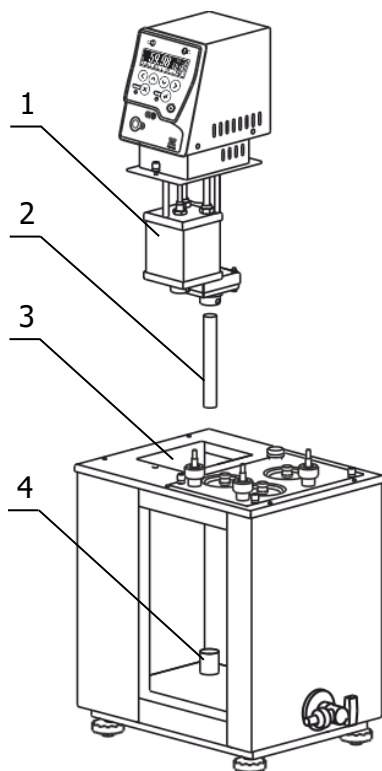

Рисунок 3 — Установка блока регулирования
2.2.3 Вставить входную трубку насоса 2 (рисунок 3) во входной патрубков блока регулирования на 15 мм и зафиксировать ее винтом.
Причина отсутствия перелива — неправильная работа насоса, вызванная воздушной пробкой, образовавшейся в резервуаре 1 (рисунок 3). Для ее устранения необходимо: